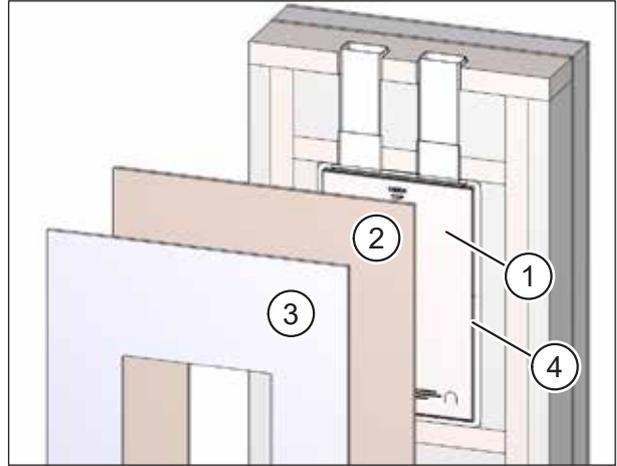

Abb. 60: Montageset und Flachkanäle / Flexrohre im Innenbereich verkleiden
- ▶ Achten Sie darauf, dass der Putzschutzdeckel (Pos. 1 in Abb. 60) im Mauerkasten sitzt.
- ▶ Erstellen Sie in der OSB-Platte (Pos. 2 in Abb. 60) und in der Gipskartonplatte (Pos. 3 in Abb. 60) einen Ausschnitt mit den Abmessungen des Putzrahmens (Pos. 4 in Abb. 60).